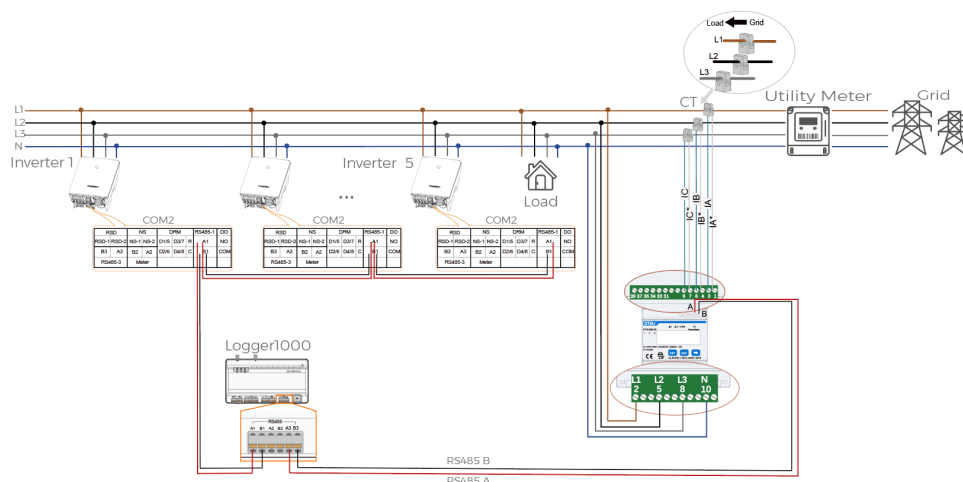

Figura 12 Logger1000B em sistema trifásico 3P4W
Sistemas trifásicos (3P4W) Para instalações trifásicas, utilize três Transformadores de Corrente (TC) conectados às fases 1, 2 e 3, deixando o neutro livre. Siga a configuração ilustrada na Figura 12.